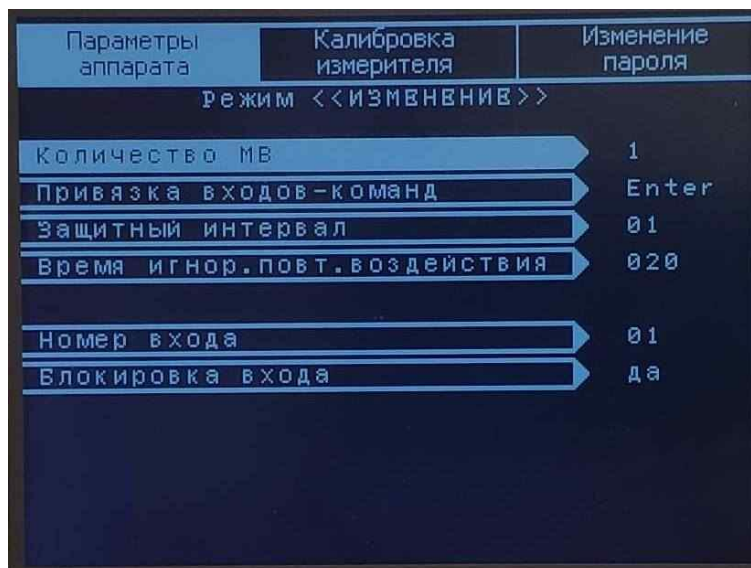

Рисунок 9 – Підрозділ «Конфігурація МВ»
2.1.2. «Конфігурація МВ» - підрозділ налаштувань модулів дискретних входів (см. рисунок 9).